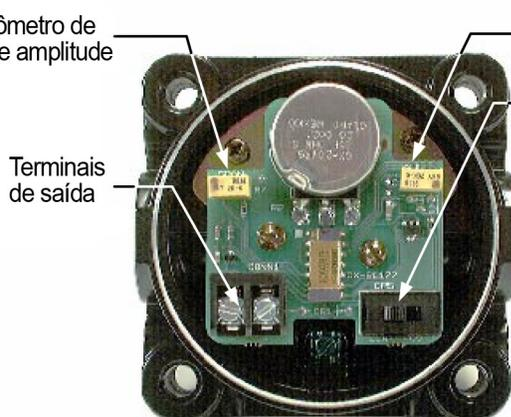

Figura 2. Vista traseira com a tampa removida
- Ajuste o potenciômetro de ajuste de compensação de nulo (consulte a figura 2) para gerar 4 mA nessa posição. (Giro no sentido horário aumenta a saída.)
- Ajuste o potenciômetro de ajuste de amplitude (consulte a figura 2) até que a saída seja de 20 mA. (Giro no sentido horário aumenta a saída.)